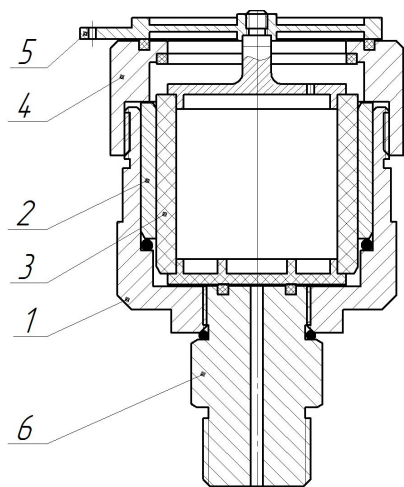

Рисунок 7. Устройство ИПС диапазона 0,2...0,5:
6.3.2.1 Поставьте ИПС в вертикальное положение, так что бы грузоприемное устройство 5 (Рис. 7) было сверху, во избежание выпадения поршня 3 или цилиндра 2 из корпуса ИПС 1 при разборке.
6.8.2.1 На грузоприемное устройство 5 (Рис. 7) установите один наибольший груз (из комплекта набора грузов). Поверх него установите ПКВ (уровень).